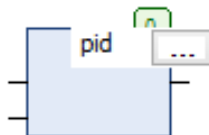

Рис. 38. Элемент pid
2. В **PLC_PRG** добавить новый элемент и задать ему имя **pid** (рис. 38).